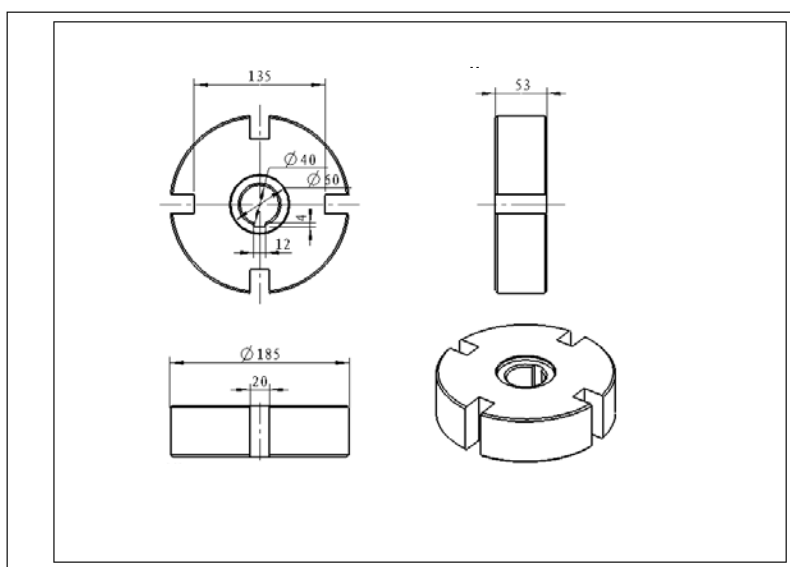

图 6.1.4 装订图框的线条
Step5. 系统提示输入第二点的坐标，继续在图面上的任一点右击，在弹出的快捷菜单中选择 **绝对坐标 (U)...** 命令，系统弹出“绝对坐标”对话框，在其中输入 X 坐标值 415，Y 坐标值 5，单击  按钮。
Step9. 系统提示输入第六点的坐标, 此时无需再输入坐标值, 双击鼠标中键结束直线的绘制, 图框线条的绘制结果如图 6.1.4 所示。